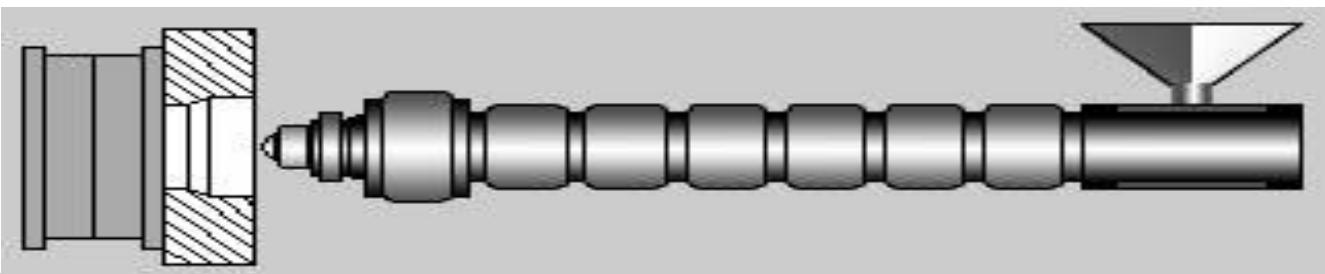

**Рис. 3. Схема подготовки сырья при производстве ПЭТ-преформ.**
**Рис. 3. Схема угловой кабельной головки:** 1 – корпус головки; 2 – дорн; 3 – наконечник дорна; 4 – матрица; 5 – кольцо крепления матрицы; 6 – болт крепления матрицы; 7 – изолируемый провод.